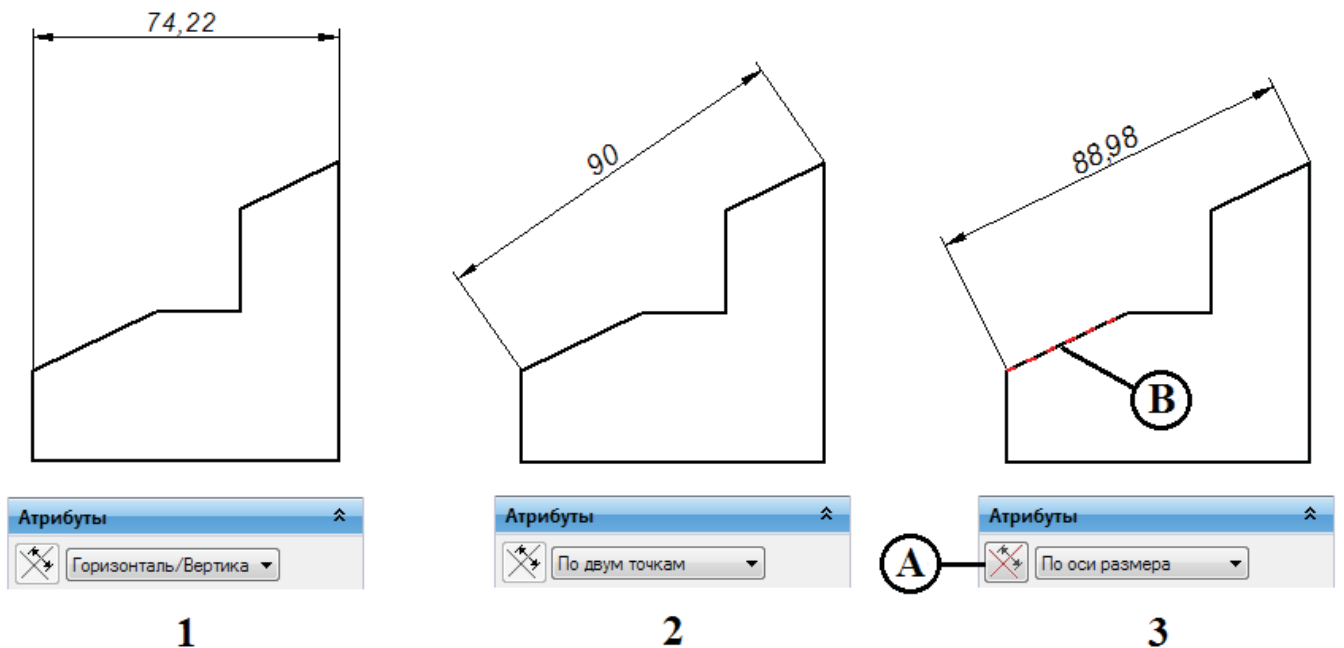

Рис. 2.9.40. Определение новой оси размера
(рис. 2.9.40, 3), после чего нажать кнопку (A) и выбрать на чертежном виде элемент, которому должна быть параллельна или перпендикулярна новая ось размера (B). Выбранный элемент выделится штриховой линией. Затем указывается собственно образмериваемый элемент. На рис. 2.9 40 показаны отличия результатов построения размера при применении параметров **Горизонталь/Вертикаль** (1), **По двум точкам** (2) и **По оси размера** (3).